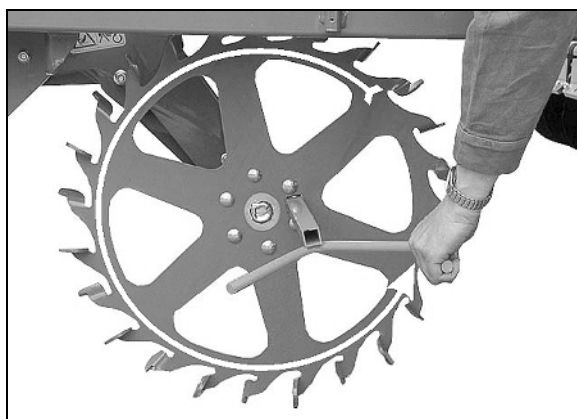

Bild 125
6. Vrid sporrhjulet (Bild 125), åt vänster med veven, som vid vridprov, tills doseringshjulen och doseringsenheten är helt tömda.